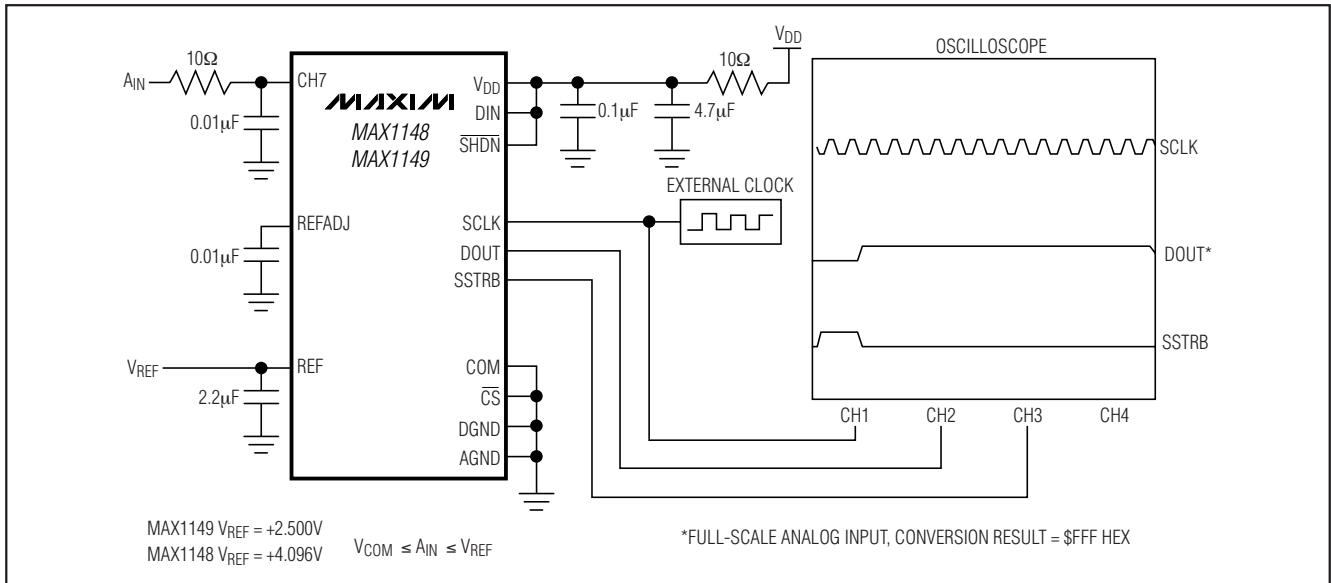
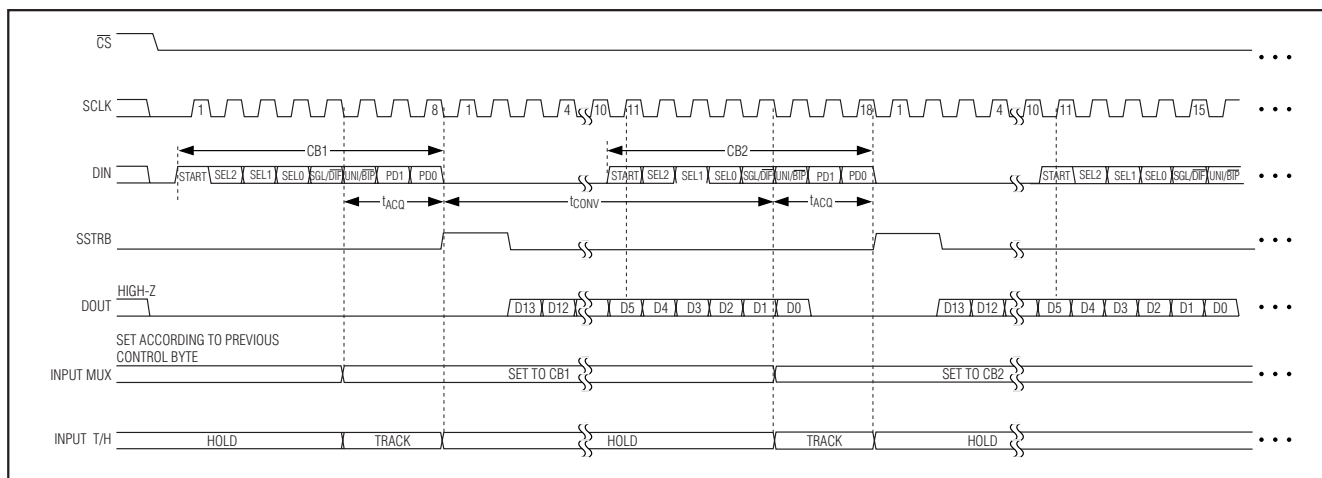

图7. 快速查看电路
图 10. 外部时钟模式 — 18 时钟/转换时序
图 7 所示电路可用于快速评估 MAX1148/MAX1149。MAX1148/MAX1149 每次转换前，需要使用 SCLK 向 DIN 输入一个控制字节。连接 DIN 至 V_{DD} ，可通过时钟 SCLK 输入控制字节 \$FF HEX (参见表 1)，即触发 CH7 外部时钟模式下的单端单极性转换，转换之间不关断。在外部时钟模式下，14 位转换结果的 MSB 移出 DOUT 前，SSTRB 输出两个时钟周期的高脉冲。改变 CH7 的模拟输入，可改变 DOUT 输出位的顺序。每次转换需 18 个时钟周期 (图 10)。所有 SSTRB 和 DOUT 的改变均出现在 SCLK 下降沿。
- 2) DOUT 同步输出当前转换结果第 5 位后，同步输入 DIN 的第一个逻辑 1 (图 10 和 11)。
如果转换期间 \overline{CS} 保持低电平，则 MAX1146-MAX1149 的最快转换速度为每次 18 个时钟周期。图 10 和 11 为 18 个 SCLK 周期进行一次转换的串口时序。